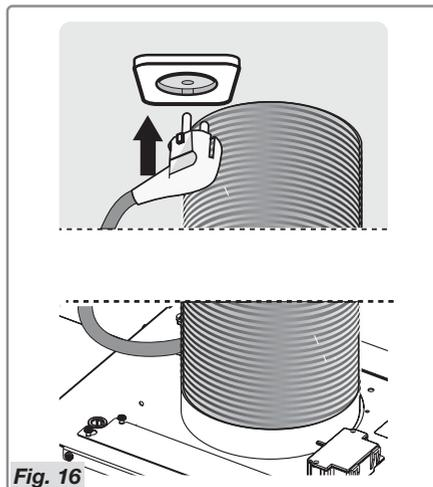

Fig. 16
- Inserire la spina nella presa a muro disconnessa (Fig.16).